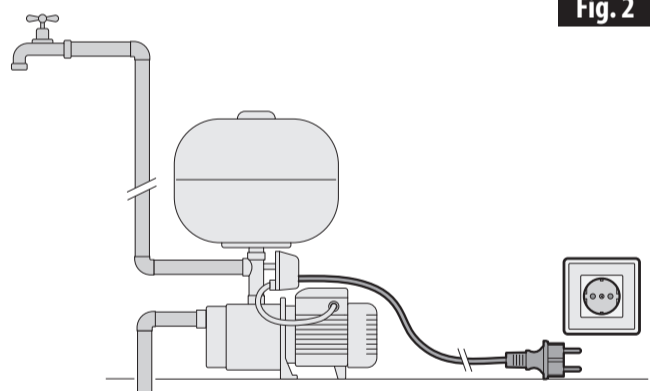

Fig. 2
- Disconnect the plug of the electric pump's power cable from the power socket, leaving the supply point open, and drain the system completely (Fig. 2).
- Das Netzkabel der Elektropumpe aus der Steckdose ziehen, den Ausgabepunkt offen lassen und die Anlage vollständig entleeren (Abb. 2).
- Desconecte el enchufe del cable de alimentación de la electrobomba de la toma de corriente, dejando el punto de alimentación abierto, y vacíe completamente la instalación (Fig. 2).